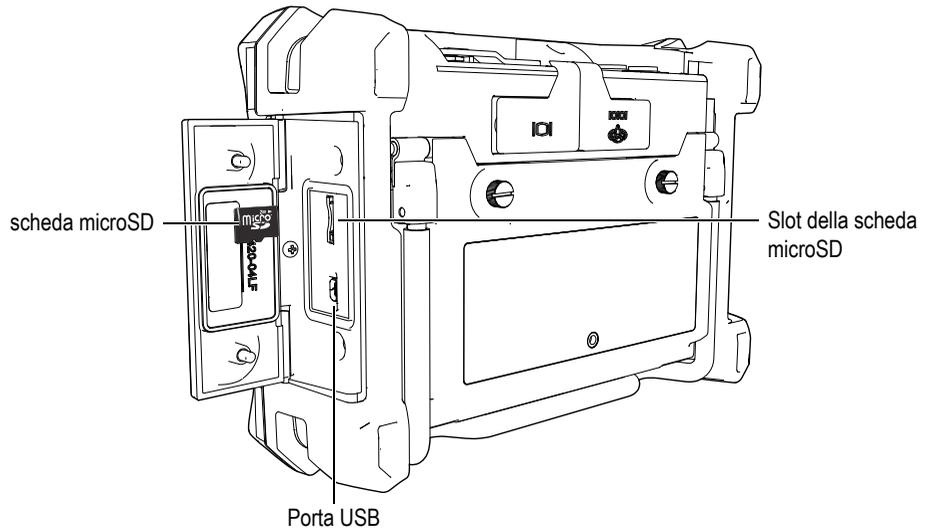

Figura 6-28 Posizione della scheda microSD
2. Assicurarsi che la scheda microSD sia inserita nel NORTEC 600 (vedere Figura 6-28 a pagina 353).